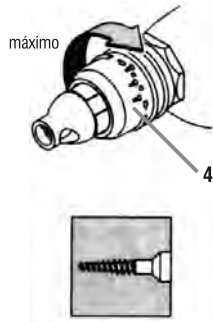

fig. 3 - regulação para que o parafuso entre mais no material
Para que o parafuso entre mais no material gire o regulador de profundidade (4) no sentido anti-horário conforme fig. 3.